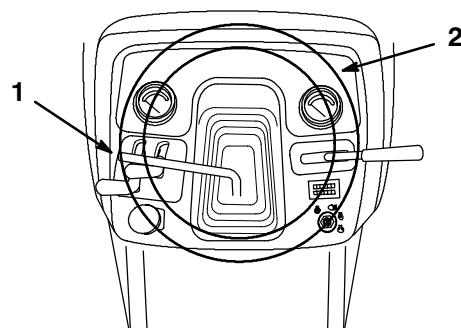

Abbildung 21
1. Den Kipphebel hochziehen, um die Verriegelung zu lösen (Abb. 21).